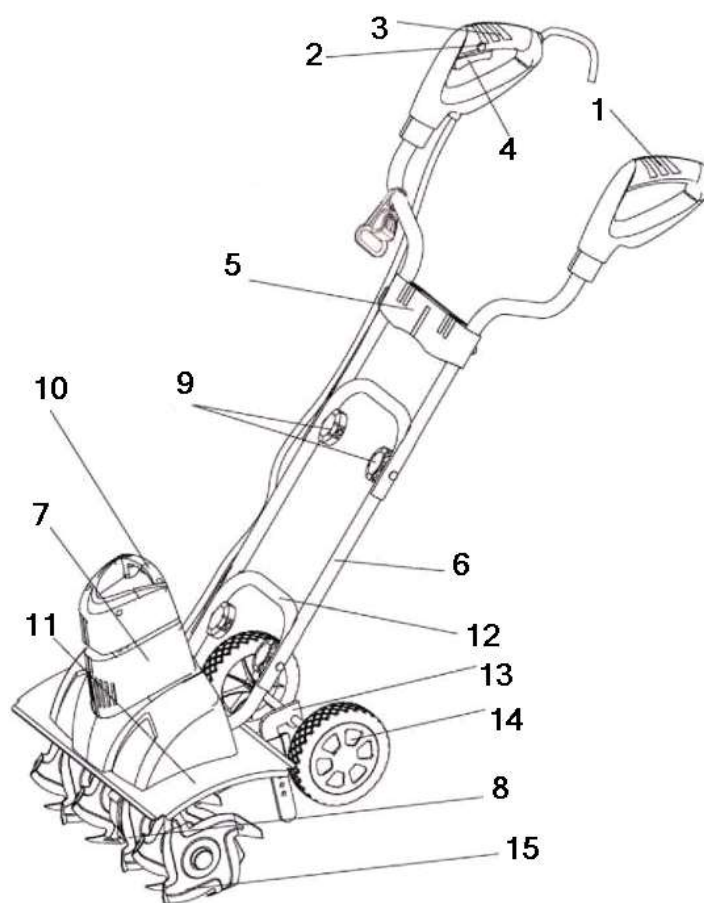
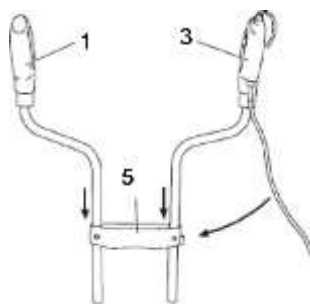

Рис.1 Основные узлы и элементы управления электрическим культиватором ЭК1500
Рис. 3 Монтаж электрического провода электродвигателя.
1. ЭК 1500: Наденьте центральную направляющую штангу 6 на нижнюю направляющую штангу 12 и закрепите её винтами и барашковыми гайками из комплекта крепления (Рис. 1).
2. ЭК 1500: Установите рукоятки 1, 3 с кронштейном 5 на центральной штанге и закрепите её барашковыми гайками и винтами из комплекта крепления (Рис.1). Укрепите электрический провод электродвигателя с помощью кабельного зажима на кронштейне 5 (Рис.3).
3. Установите сошник 13 (Рис.1) колесами вниз в консоль крепления и закрепите его. Для транспортировки сошник 13 устанавливается таким образом, чтобы колесо было в нижнем положении. Для работы сошник устанавливается так, чтобы колесо находилось в верхнем положении.
4. Регулировка сошника. Положение сошника 13 (Рис.1) определяет рабочую глубину. Чем ниже находится сошник, тем глубже будет работать электрический культиватор в земле. Подходящая глубина обработки почвы является решающей для хорошего результата. Глубина обработки почвы может быть различной в зависимости от характера почвы.